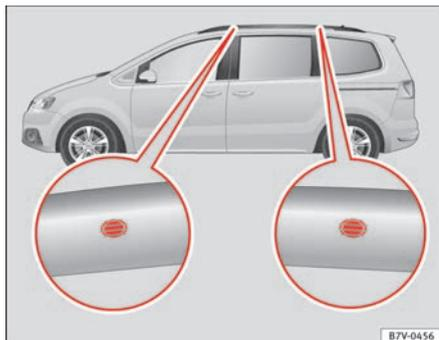

Abb. 107 Befestigungspunkte für Grundträger und Dachgepäckträger.
Die Bohrungen zur Positionierung befinden sich an den Innenseiten der Dachreling ⇒ Abb. 107.
- Die Grundträger nur an den in der Abbildung gezeigten Markierungen befestigen ⇒ Abb. 107.